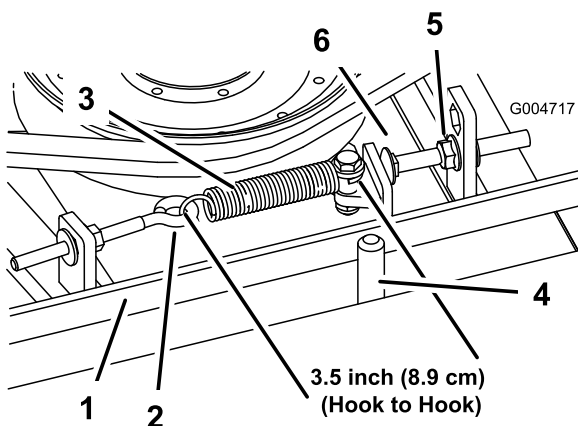

Bild 70
Bei richtiger Spannung sollte die Messung an der Verlängerungsfeder (Haken zu Haken) ungefähr $8,9 \text{ cm} \pm 0,63 \text{ cm}$ betragen. Wenn die Federspannung richtig ist, stellen Sie die Anschlagsschraube (Schlossschraube) ein, bis der Abstand zwischen dem Schraubenkopf und dem Spannarm ungefähr $0,32 \text{ cm} \pm 0,152/0,000 \text{ cm}$ beträgt (Bild 70).
Hinweis: Achten Sie darauf, dass der Riemen auf der Federseite der Riemenführung positioniert ist (Bild 70).
2. Lösen Sie den Augenbolzen, um die Verlängerungsfeder abzunehmen (Bild 70).
3. Lösen Sie die Bundmutter, mit der die Anschlagsschraube an der Befestigungslasche befestigt ist. Schieben Sie die Mutter so weit zurück, dass der Spannarm an der Anschlagsschraube vorbeigeführt werden kann (Bild 70). Bewegen Sie die Spannscheibe vom Riemen weg, um diesen zu entspannen.
8. Setzen Sie die Verlängerungsfeder (Bild 70) wieder in den Augenbolzen ein und spannen Sie den Riemen wie folgt: